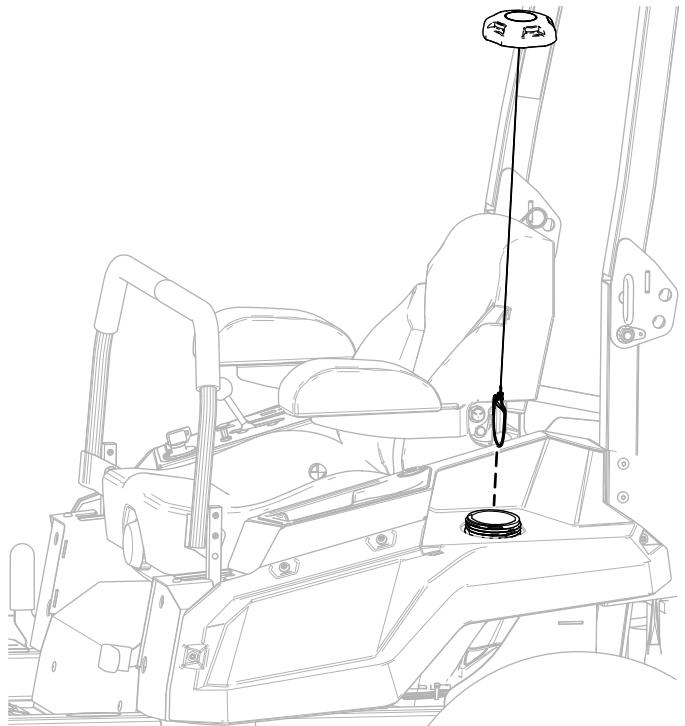

Figure 3
1. Retirez le bouchon du réservoir de carburant du carénage gauche (Figure 3).
3. Mettez en place le bouchon du réservoir de carburant (Figure 3).